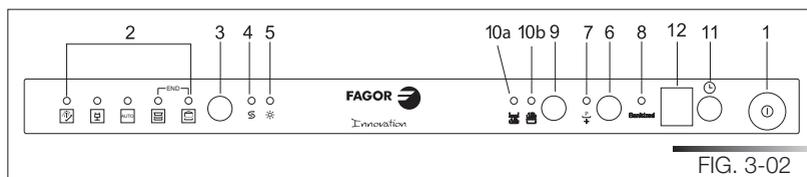
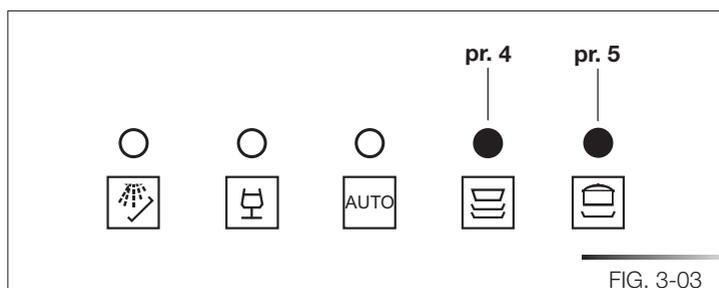

FIG. 3-02
FIG. 3-03
Pulsando el pulsador de encendido/apagado (ref. 1 fig. 3-02) el lavavajillas se enciende. Luego, espere a que uno de los **pilotos de programas se enciende** (ref. 2 fig. 3-02).
- Pulse varias veces el pulsador de **selección de programas** (ref. 3 fig. 3-02) hasta que el piloto correspondiente al programa deseado se encienda (ref. 2 fig. 3-02);
El pulsador para programas suplementarios (ref. 6 fig. 3-02) permite obtener **cinco programas más**, además de los que se pueden seleccionar directamente mediante el pulsador de selección programas.
- Para anular el programa en ejecución es necesario, tras haber abierto la puerta, pulsar y mantener pulsado por algunos segundos el pulsador de **selección de programas** (ref. 3 fig. 3-02) hasta que los pilotos del cuarto y quinto programa se enciendan simultáneamente (ref. pr. 4 y pr. 5 fig. 3-03).
- Después de aproximadamente 1 minuto el lavavajillas alcanza el fin del ciclo; los pilotos del cuarto y quinto programa (ref. pr. 4 y pr. 5 fig. 3-03) empiezan a parpadear.